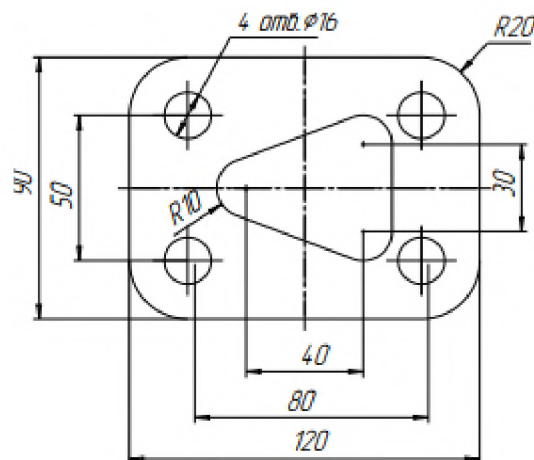

Рис. 1.1
**Задание 1.1.** Построить изображение плоской детали **Пластина**, используя образец на рис. 1.1.